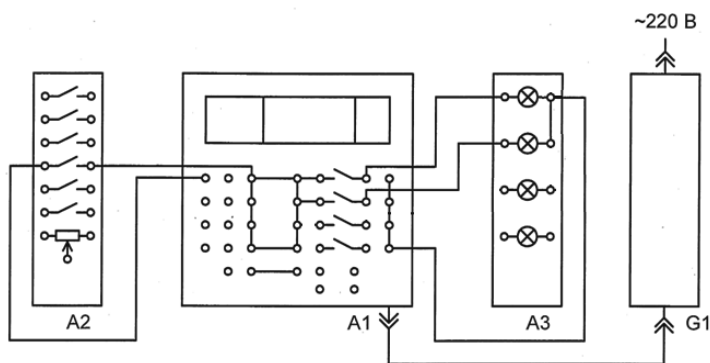

Рис. 9.10. Электрическая схема
- Собрать электрическую схему на лабораторном стенде, как показано на рис. 9.10.